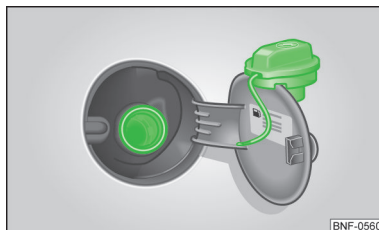

Fig. 93
» Fig. 93 på side 101.
- Skru tankdækslet af mod uret, og sæt det fast øverst på tankklappen » Fig. 93.